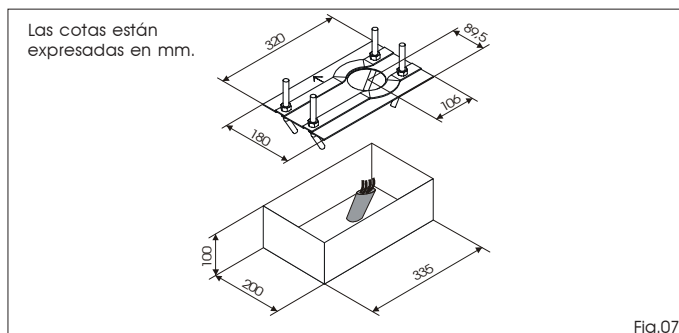

Fig.07
- 3- Una vez determinada la posición de la placa de cimentación realice una zapata como se indica en la Fig. 07 y cubre la placa previendo varias vainas para el paso de los cables. Compruebe la perfecta horizontalidad de la placa con un nivel de burbuja. Espere que fragüe el cemento.